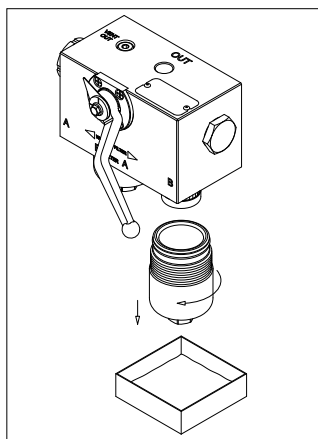

fig. 21
- (Fig. 21) Svitare il contenitore mantenendo il recipiente di raccolta